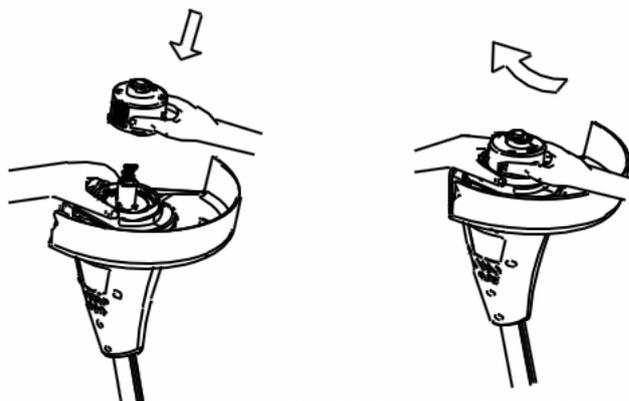

FIG 14
6. En veillant à insérer le ressort, remontez le porte-bobine et le porte-bobine sur la tondeuse. Pour ce faire, appuyez sur la tête et tournez-la dans le sens des aiguilles d'une montre jusqu'à ce qu'elle se verrouille. (FIG 14)